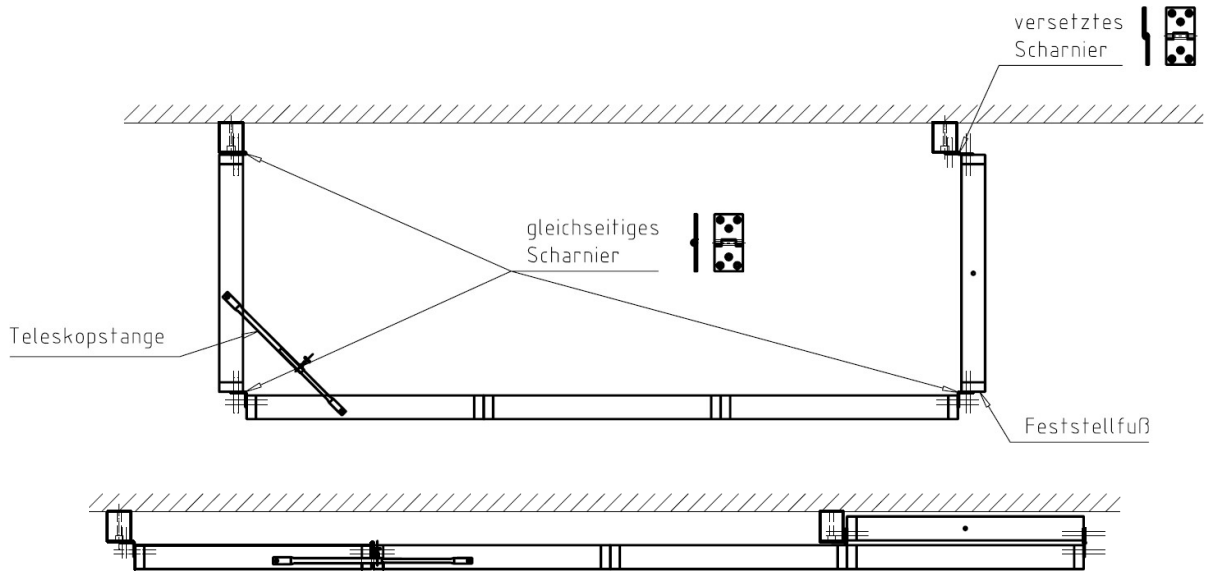
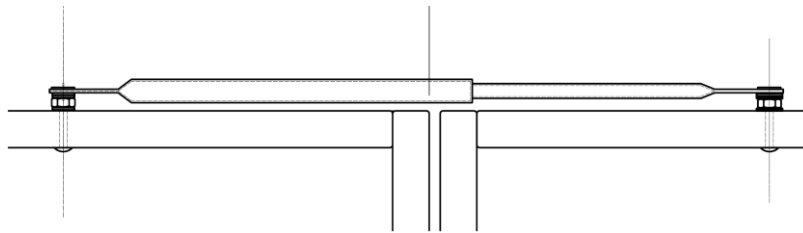

Abb. 5: Position der Teleskopstange beim aus- und eingeklappten Kletterhaus
Abb. 6: Montage der Teleskopstange
Im nächsten Schritt wird die Teleskopstange ⑪ wie in Abb. 5 auf die beiden linken Elemente über Eck aufgesetzt und mit den Schlossschrauben ⑫ und Hülsenmutter ⑬ verschraubt. Die Sechskantmutter ⑭ und Scheiben ⑮ dienen zur Regulierung des Abstandes (Abb. 6). Bitte beachten Sie, dass die Schrauben nur so festgezogen werden, dass die Teleskopstange sich noch bewegen lässt, aber nicht mehr klappert.